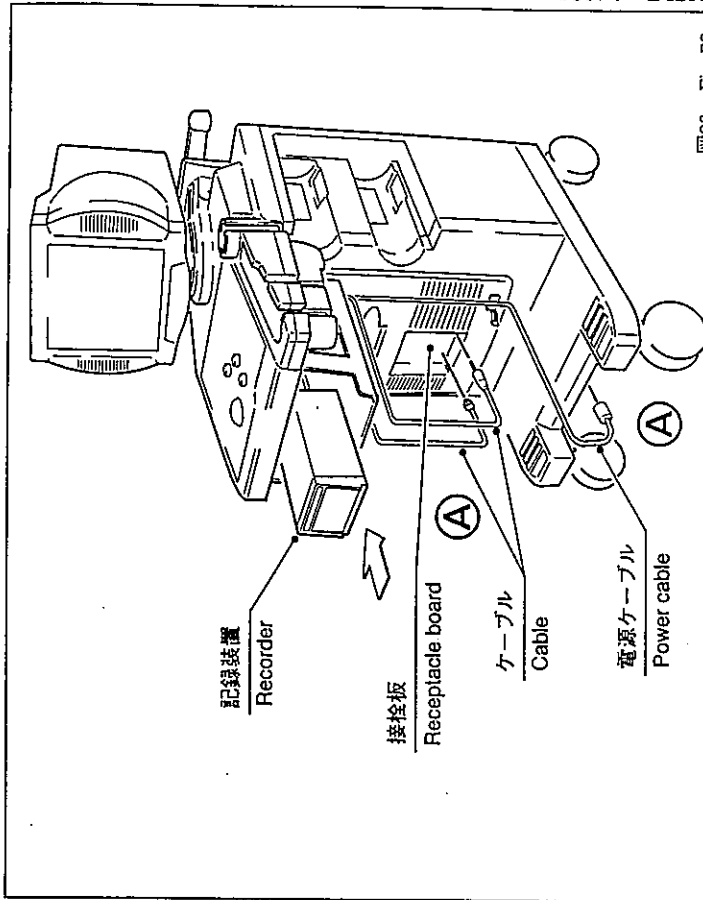

図23 Fig. 23
- (3) 記録装置のケーブルと電源ケーブルを、それぞれフロントカバーの接栓板と電源ユニットの接栓板に接続する。(図23㊸)
- (3) Plug both recorder and power cables, respectively, in receptacle boards on front cover and in power supply unit. (㊸ in Fig. 23)